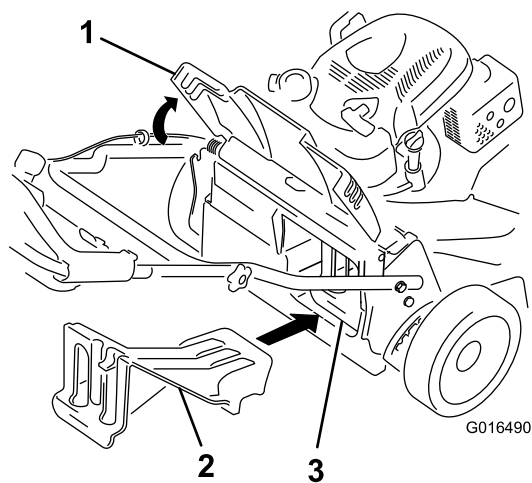

Рисунок 25
- Если задняя выпускная заглушка не установлена, возьмите ее за рукоятку, поднимите заднюю дверцу и вставьте ее в желоб заднего выброса, пока защелка не зафиксируется на месте, см. Рисунок 25.
**Внимание:** Убедитесь, что задняя выпускная заглушка установлена на своем месте, и произведите утилизацию травы и срезанных листьев (Рисунок 25).